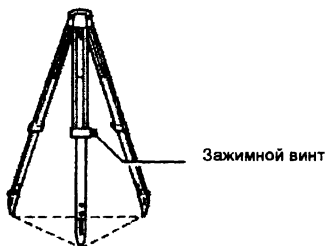

Рис. 5.1
- 1) Развяжите ремень вокруг ножек штатива и освободите зажимные винты. (рис. 5.1).